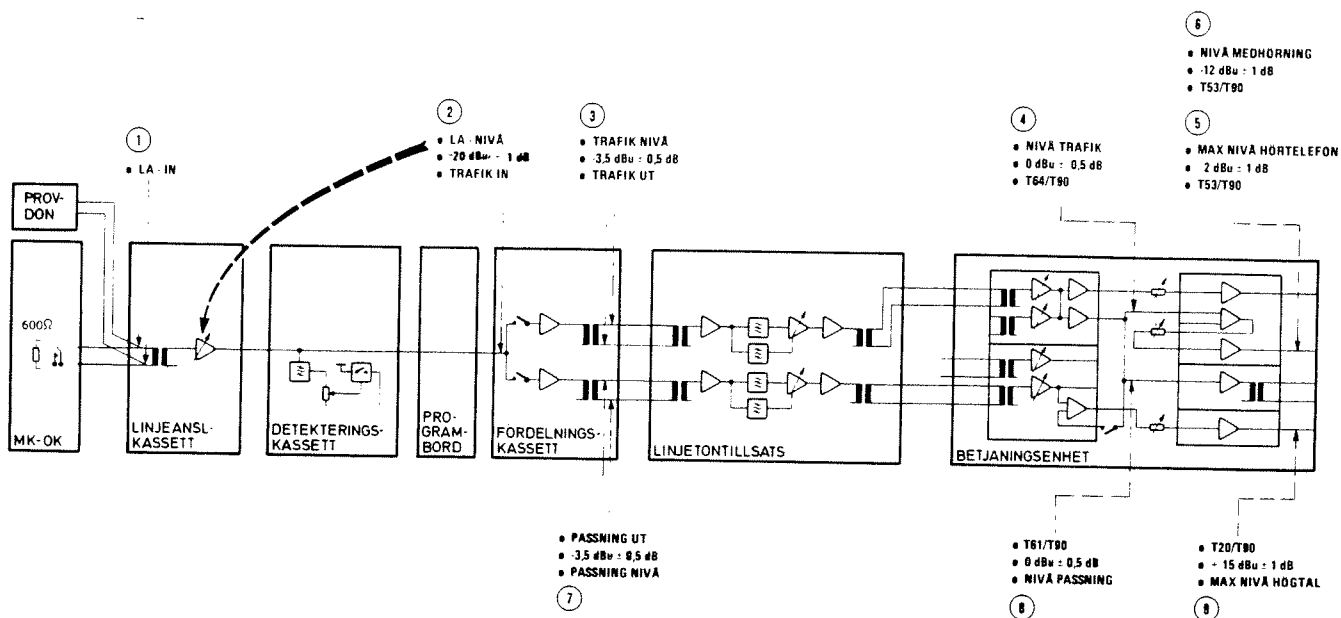

Bild 4
- Anslut provdonet till aktuell mottagaringång i MK-OK eller till mätuttagen LA IN, pos 1 bild 4, på aktuell linjeanslutningskassett.